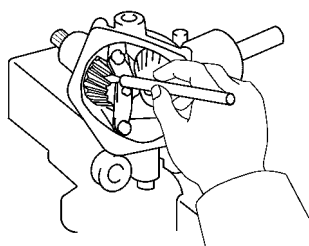

图 16-99 在 1 号锥齿轮上对称部位的两个齿上涂敷红丹
1) 在 1 号锥齿轮上对称部位的两个齿上涂敷红丹，如图 16-99 所示。